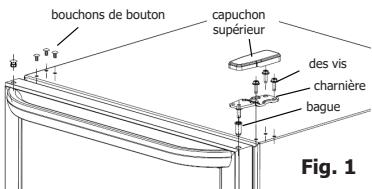
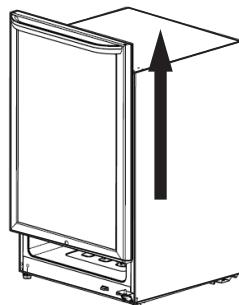

Fig. 1
Fig. 2
1. Retirez le couvre-charnière. Retirez les trois vis qui retiennent la charnière supérieure (côté droit) au haut de la caisse. Voir la Figure 1.
2. Retirez délicatement la charnière supérieure (voir la Figure 1), puis soulevez la porte pour la sortir de la charnière inférieure et déposez-la sur une surface rembourrée pour éviter de la rayer. Voir la Figure 2.
3. Retirez les trois bouchons cache-trous du coin supérieur gauche de la caisse et transférez-les dans les trous du côté opposé. Appuyez fermement sur les bouchons pour bien les enfoncez dans les trous. Voir la Figure 1.